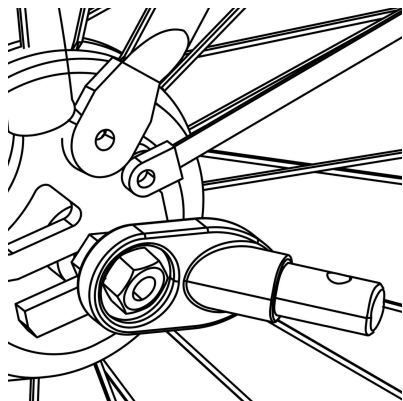

Figura 2
**2. Perno con dado:** svitare il dado con la rondella dal lato sinistro del perno posteriore della bici. Installare il gancio sul perno e riavvitare il dado con la rondella ( Figura 2 ).